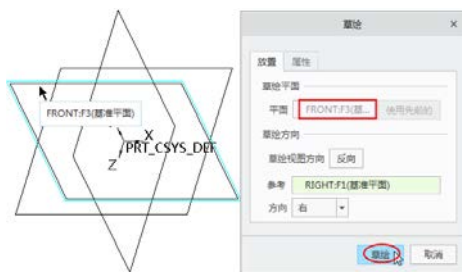

图 2-81 选择草图平面
- 01** 新建零件文件, 在“模型”选项卡的“基准”组中单击“草绘”按钮, 选择 FRONT 基准平面作为草图平面, 进入草绘环境, 如图 2-81 所示。